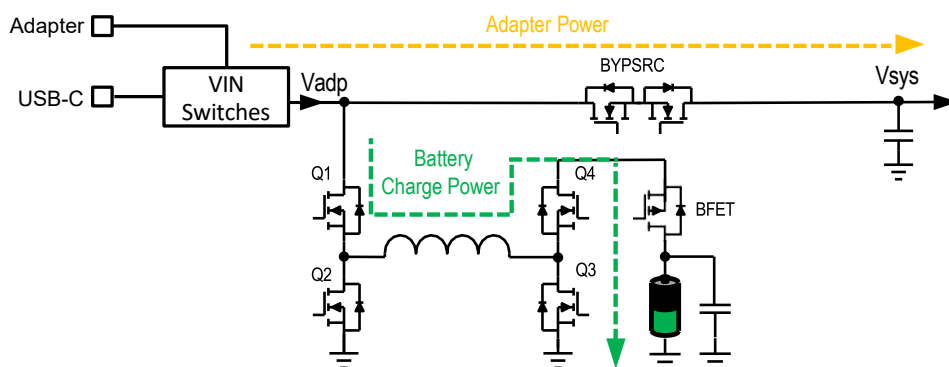

図 5. HPB モードにおける電力経路（入力電力 > システム電力）
- i. 入力電力 > システム電力：この条件では、バックブースト型充電器はシステムへ電力を供給しません。バッテリーパックが満充電であればスタンバイモードとなり、そうでなければバッテリーを充電します。図 5 は、このシナリオにおける HPBB モードの電力経路を示しています。